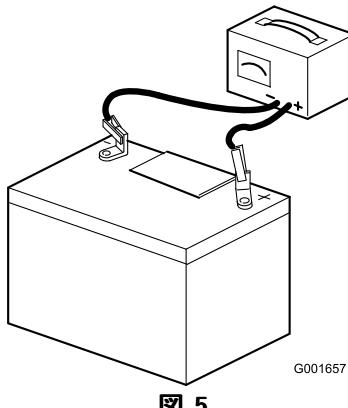

図 5
7. 充電器に接続し、充電電流を 3~4 A にセットする（図 5）。3~4 Aで4~8時間充電する。